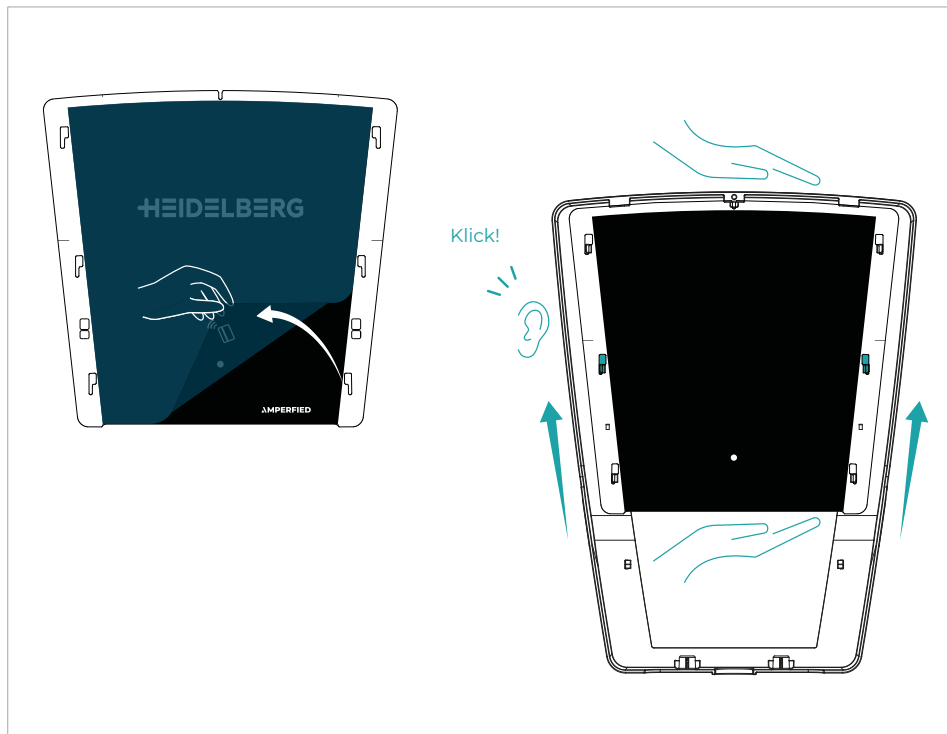

Fig. 9
- Lossa skyddsfilm från kåpan som i **fig. 9**.